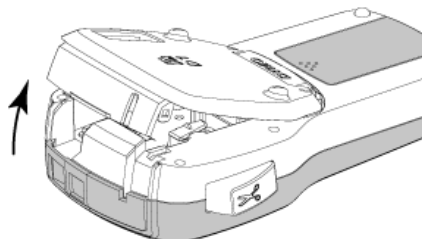

Figura 4
- 1 Sollevare il coperchio della cartuccia per aprire lo scomparto. Vedere la Figura 4.